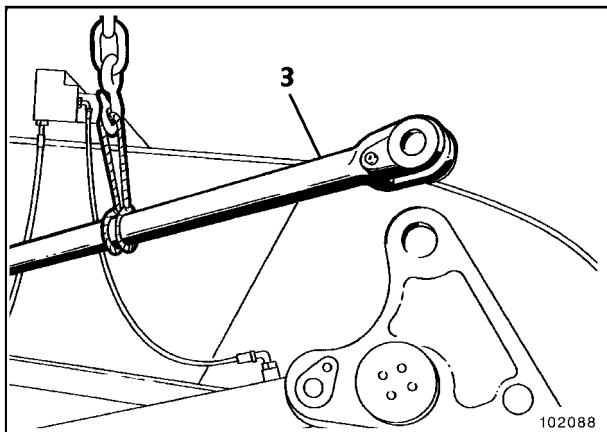

Fig. 5
- Poner las barras de acoplamiento (3, Fig. 5) sucesivamente en la posición de montaje. Corregir la posición vertical del pescante por medio de los cilindros del pescante.